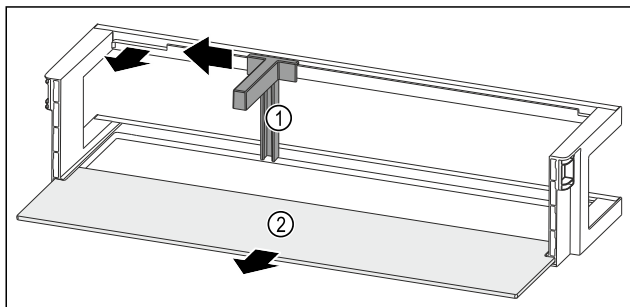

Fig. 261 Ράφι πόρτας με στήριγμα φιαλών και ράφι
- Σπρώξτε προς το πλάι το στήριγμα φιαλών Fig. 261 (1) μέχρι την εγκοπή.
- Αφαιρέστε το στήριγμα φιαλών Fig. 261 (1).
- Αφαιρέστε το ράφι Fig. 261 (2).